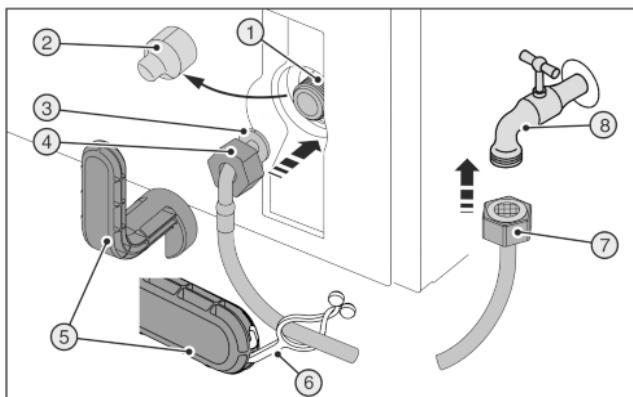
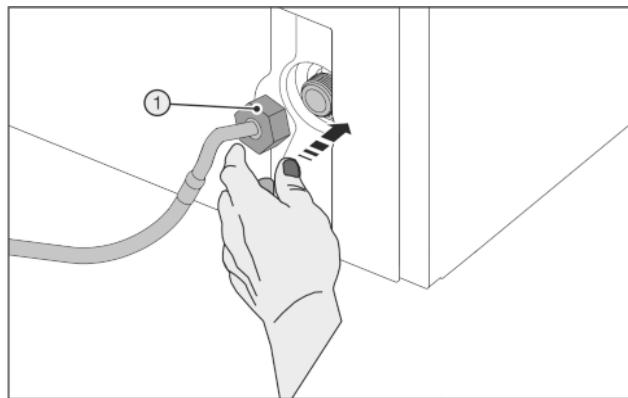

Fig. 45
Fig. 46
Сломанный вспомогательный инструмент Fig. 45 (5)!
- Вспомогательный инструмент Fig. 45 (5) использовать только при комнатной температуре.
- Снять крышку Fig. 45 (2).
- Облегченный монтаж: Выложить прямой конец шланга Fig. 45 (7) влево на землю.
- До конца сдвинуть гайку Fig. 45 (4) через конец шланга в виде угла Fig. 45 (3) и удерживать.
- Осторожно одеть гайку Fig. 46 (1) и накрутить на резьбу двумя пальцами до обеспечения надежной посадки.
- Затяните гайку Fig. 46 (1) с помощью вспомогательного инструмента Fig. 45 (5) по часовой стрелке, пока не будет достигнут максимальный момент затяжки и вспомогательный инструмент Fig. 45 (5) начнет прокручиваться.
- Навинтить гайку Fig. 45 (7) на запорный кран Fig. 45 (8).
- Затяните гайку Fig. 45 (7) с помощью вспомогательного инструмента Fig. 45 (5) по часовой стрелке, пока не будет достигнут максимальный момент затяжки и вспомогательный инструмент Fig. 45 (5) начнет прокручиваться.
- Откройте запорный кран Fig. 45 (8) системы подвода воды и проверьте герметичность всей водяной системы.
- Зацепить накладку Fig. 45 (6) в вспомогательном инструменте Fig. 45 (5) и для хранения закрепить на шланге из высококачественной стали.